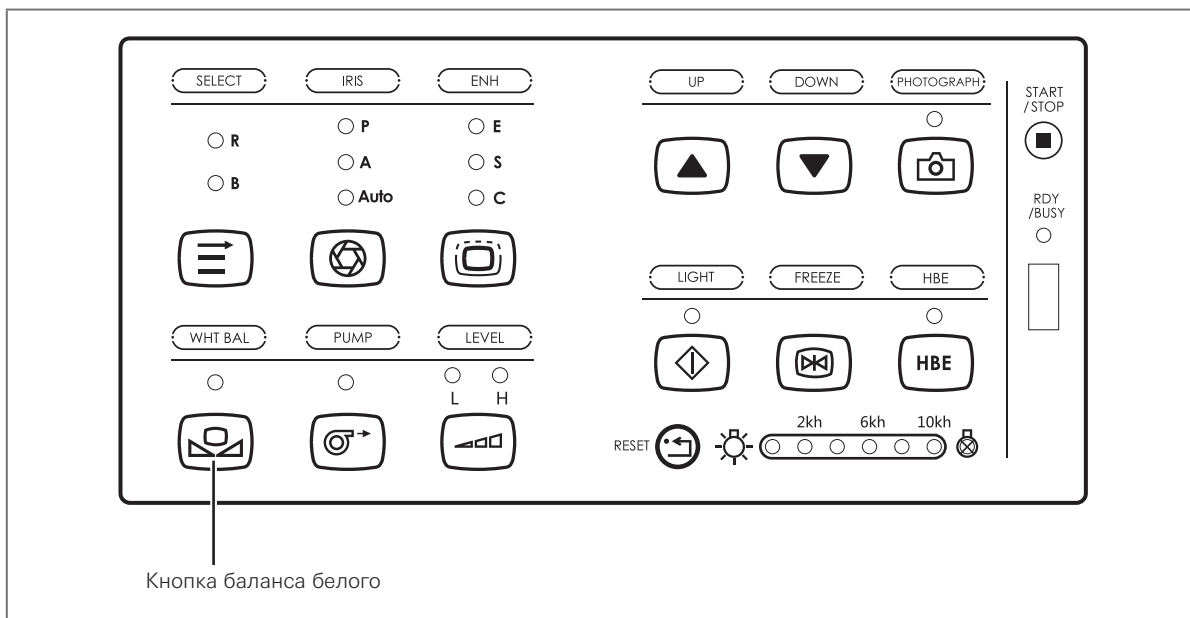

Рис. 4.4
4. Нажмите и удерживайте кнопку баланса белого не менее двух секунд (см. рис. 4.4). На экране дисплея (OSD) появится сообщение «WB done», указывающее на завершение настройки.